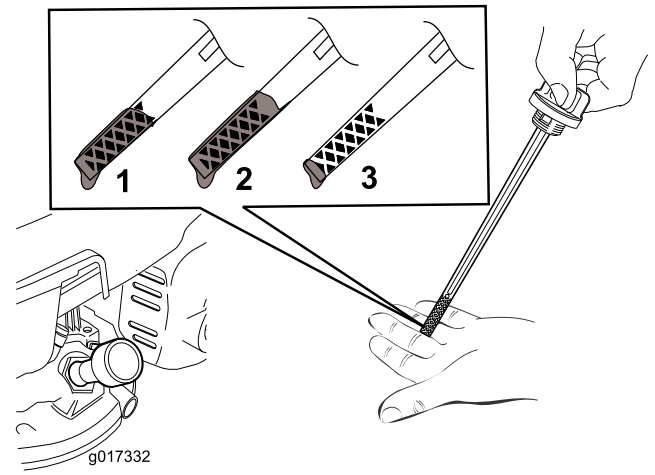

Figura 6
2. Retire la varilla (Figura 6).
**Nota:** Llene el cárter con aceite hasta que la varilla indique que el nivel del aceite del motor es correcto, según se muestra en Figura 6. Si usted llena demasiado el motor, vacíe el exceso de aceite siguiendo las instrucciones de la sección Cómo cambiar el aceite del motor.